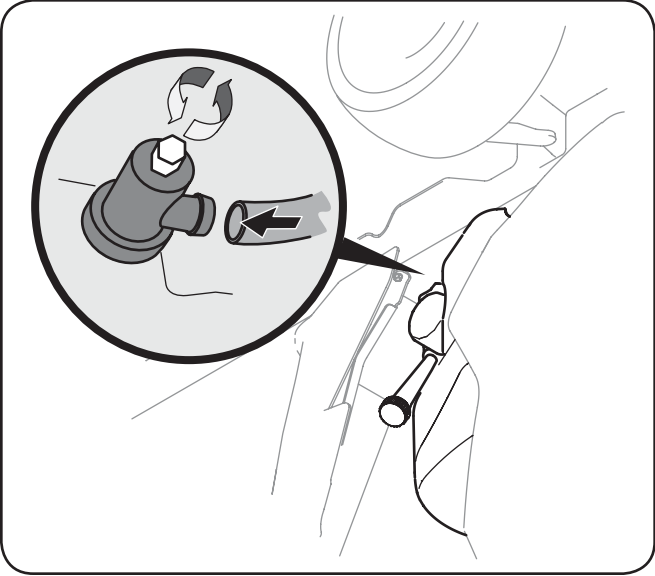

Figure 6-1
2. Enfoncez le tube de vidange de l'huile (fourni avec cette notice d'utilisation) sur l'orifice de vidange de l'huile. Placez l'autre extrémité du tube dans un récipient convenant pour la collecte d'huile, et d'une capacité suffisante d'au moins 2,35 L. Voir la Fig. 6-1.
3. Ouvrez l'orifice de vidange de l'huile en dévissant le bouchon sur le côté du bouchon. Voir la Fig. 6-1.